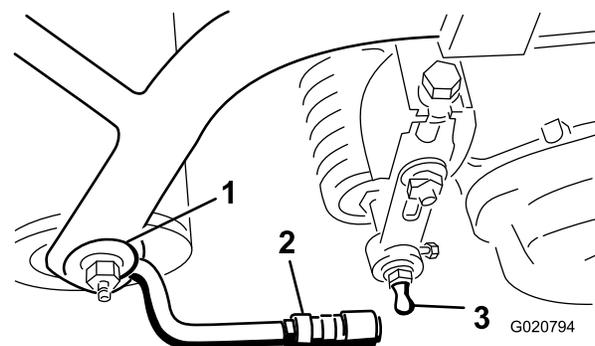

図 8
3. スリーブをボールジョイントの位置まで引き戻し、レーザーをCuttingユニットのボールスタッドに引っ掛ける。スリーブから手を離すとスタッドとジョイントが結合・ロックする図 8。